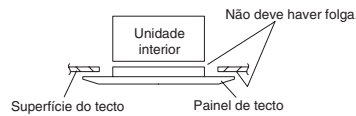

Fig. 7-7
- (8) Verifique se o painel está firmemente fixado no tecto.
- Neste ponto, certifique-se de que não haja folgas entre a unidade interior e o painel de tecto, ou entre o painel de tecto e a superfície do tecto. (Fig. 7-7)